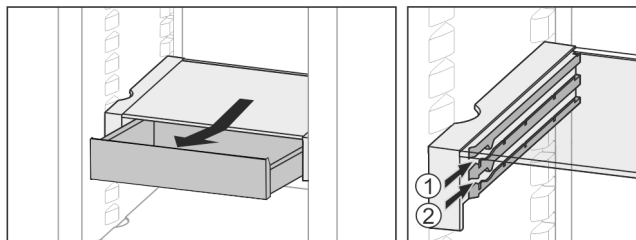

Fig. 30
- ▶ Skyv inn i ønsket høyde Fig. 30 (1) eller Fig. 30 (2).